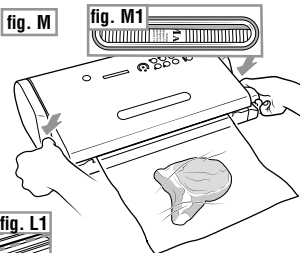

fig. M1
b) Adagiate davanti alla macchina il sacchetto con il suo contenuto posizionandone l'estremità aperta all'interno della **Camera del Vuoto** (8) (fig. L e L1).
c) Chiudete la macchina ruotando le **Maniglie** (1) in posizione **START** (fig. M) e controllate attraverso l'**OBLO' Luminoso** (3) che l'estremità aperta del sacchetto sia all'interno della **Camera del vuoto** (8) (fig. M1).
- b) Adagiate davanti alla macchina il sacchetto con il suo contenuto posizionandone l'estremità aperta all'interno della **Camera del Vuoto** (8) (fig. L e L1).
- c) Chiudete la macchina ruotando le **Maniglie** (1) in posizione **START** (fig. M) e controllate attraverso l'**OBLO' Luminoso** (3) che l'estremità aperta del sacchetto sia all'interno della **Camera del vuoto** (8) (fig. M1).
- Adagiate davanti alla macchina il sacchetto con il suo contenuto posizionandone l'estremità aperta all'interno della **Camera del Vuoto** (8) (fig. L e L1).
- Chiudete la macchina ruotando le **Maniglie** (1) in posizione **START** (fig. M) e controllate attraverso l'**OBLO' Luminoso** (3) che l'estremità aperta del sacchetto sia all'interno della **Camera del vuoto** (8) (fig. M1).